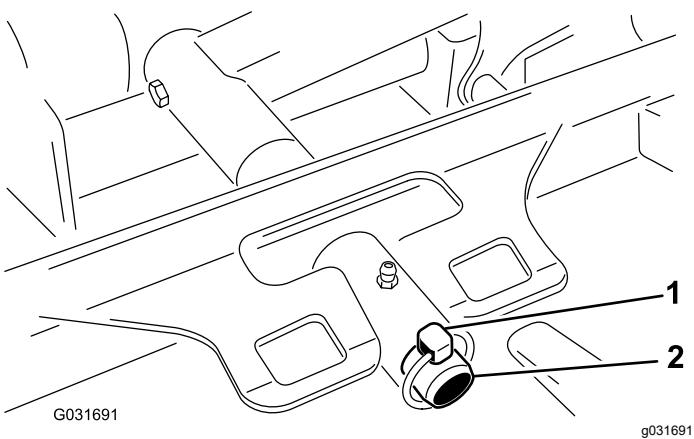

Figure 102
3. Retirez la goupille à anneau qui fixe le bâti porteur du plateau à l'axe de pivot du bras de levage (Figure 102).
3. Poussez le bâti porteur du plateau de coupe sur la tige de pivot et fixez-le avec la goupille à anneau (Figure 102).